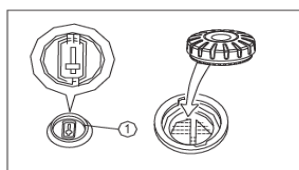

Рис. 1
3. Проверьте уровень топлива и при необходимости долейте (рис. 1).